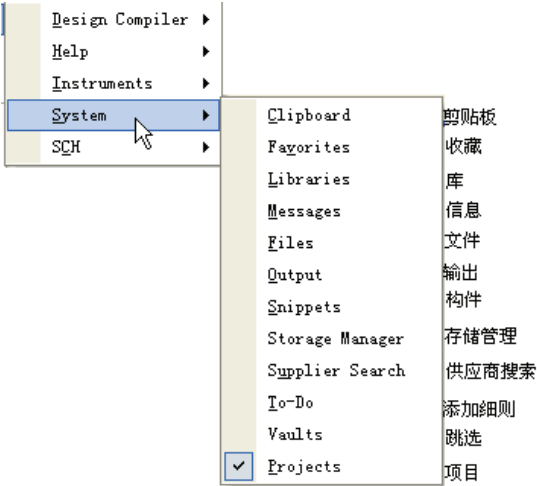

图 5-11 系统面板标签包含的面板
(4) 系统面板标签 **System** 中共有 12 个面板，如图 5-11 所示。